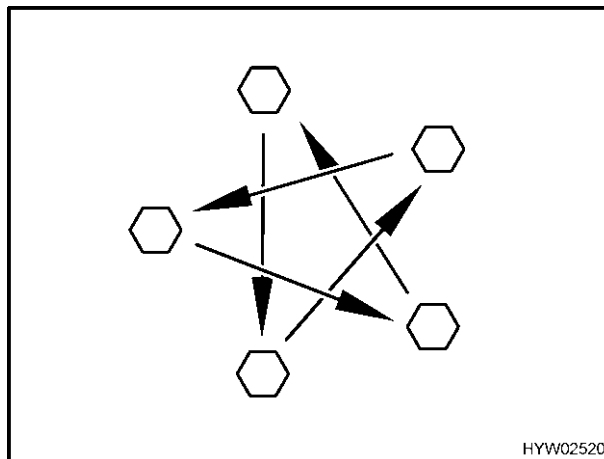

Fig. 112 Serrare a croce i bulloni delle ruote
- Controllare regolarmente il serraggio dei bulloni. Regolare a croce (Fig. 112) il serraggio dei bulloni di una ruota sostituita dopo circa 50 km. Per il valore della coppia di serraggio consultare il paragrafo Coppia di serraggio.
- ▷ Serrare a croce i bulloni delle ruote (Fig. 112). Per il valore della coppia di serraggio consultare il paragrafo Coppia di serraggio.